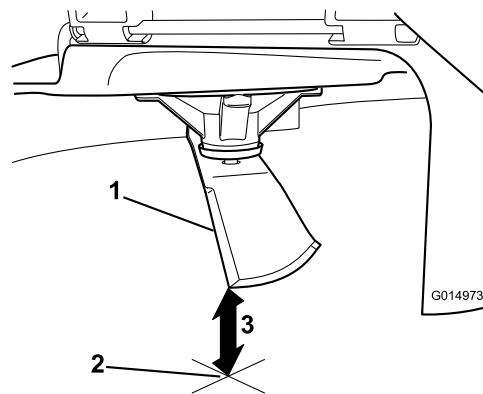

Figure 106
3. Mesurez la distance entre la pointe de la lame et la surface plane (Figure 106).